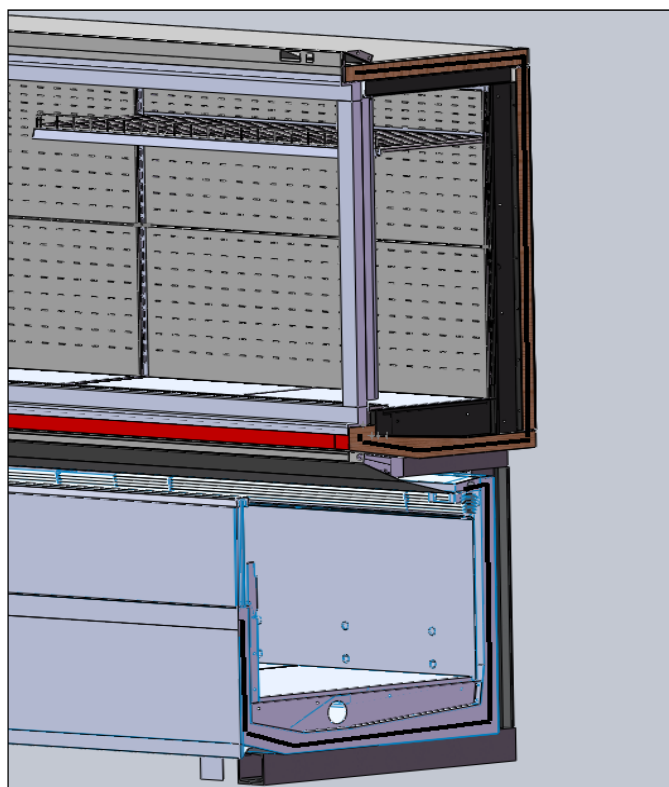

рис. 1
1. Оклеить торцы стыкуемых витрин JASON SE лентой поролоновой 30X6, входящую в комплектацию витрин (рис.1);